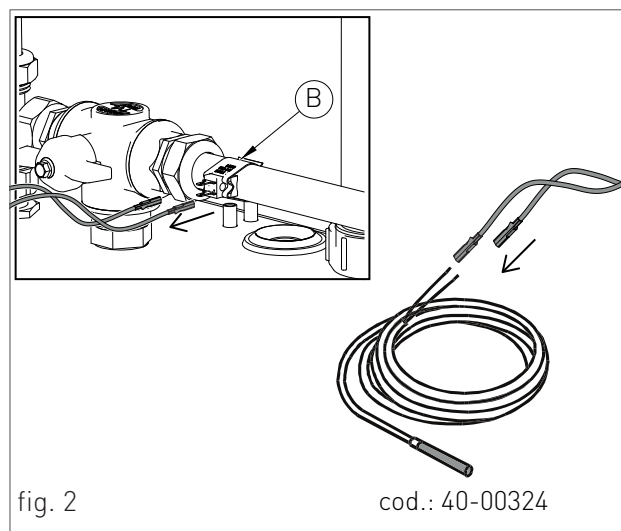

fig. 2
- › Attivare la funzione ricircolo premendo contemporaneamente i tasti **R** e **-** del pannello comandi (fig.2). L'attivazione della funzione ricircolo è visualizzata nel display del pannello comandi con la comparsa del simbolo 'rc'.
- › Scollegare i due fastom dalla sonda ricircolo (vedi B-fig.2) e collegarli alla sonda opzionale per l'accumulo (cod.: 40-00324, vedi fig.2). Inserire la sonda per l'accumulo nel portasonda del serbatoio.